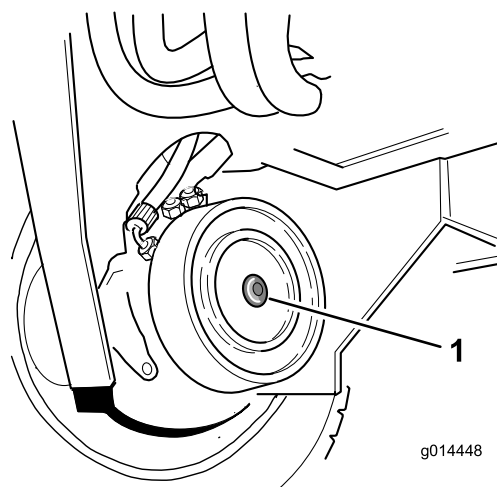

Figura 36
2. Identificate il gruppo freno a disco della ruota anteriore destra e rimuovete il tappo esagonale (Figura 36).